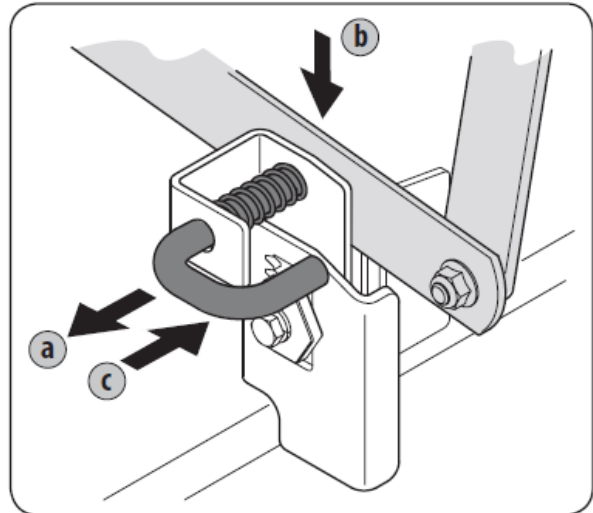

Figure 7-6
5. Localisez la goupille de soutien du plateau trouvées sur l'encoche gauche et tirez-la vers l'extérieur. Alignez-la avec le bras de force avant de la relâcher pour fixer solidement la goupille en place. Répétez sur le côté droit du plateau. Consultez la Fig. 7-6.